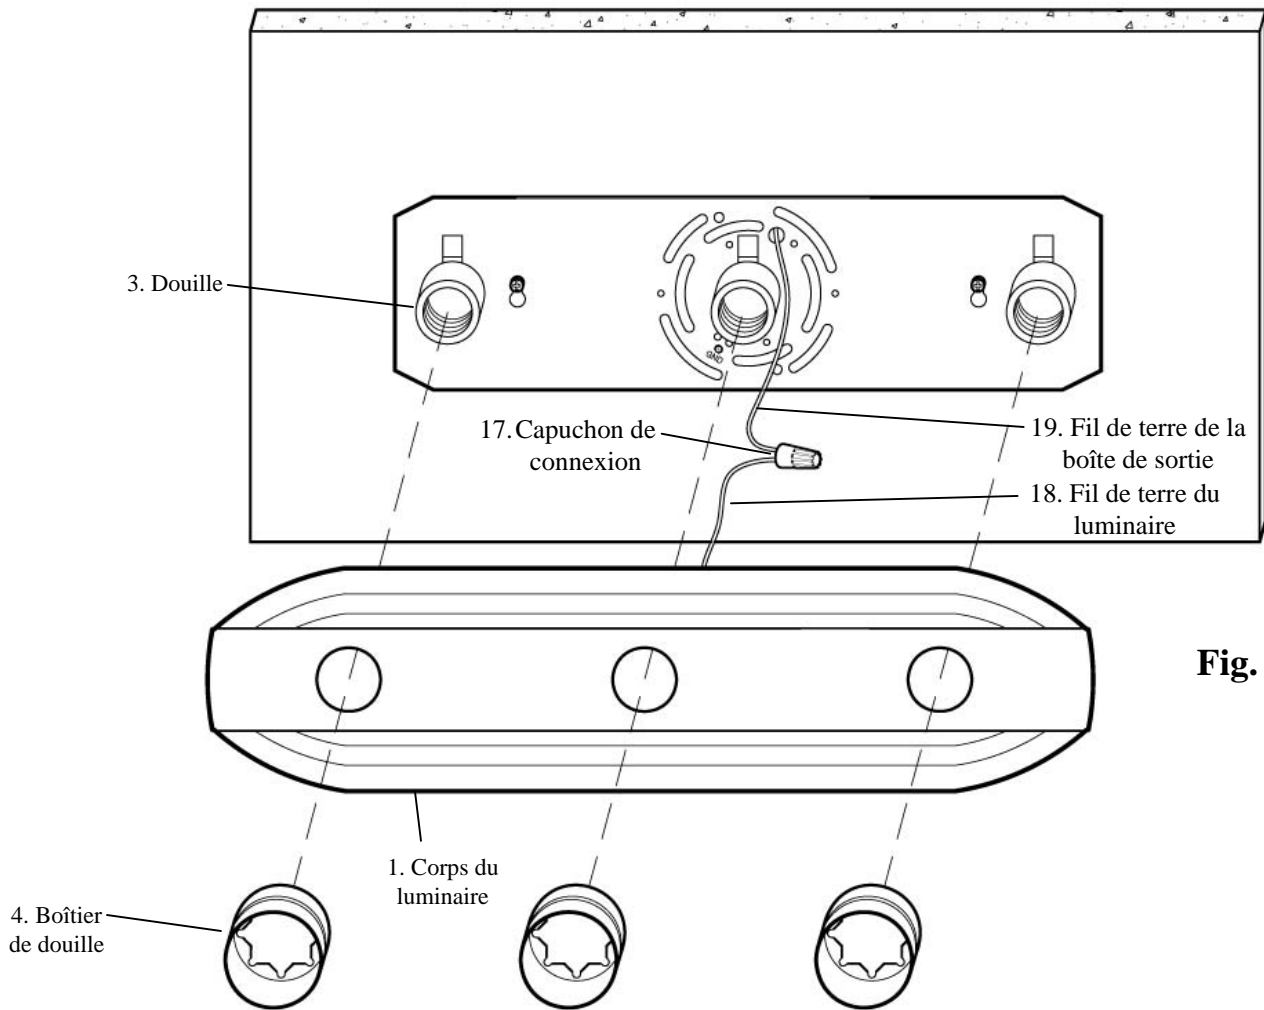

Fig. 1
3. Raccordez le fil de terre du luminaire (n° 18) au fil de terre de la boîte de sortie (n° 19) à l'aide d'un capuchon de connexion (n° 17). (Fig. 1)
4. Placez le corps du luminaire (n° 1) par-dessus la plaque murale (n° 7). Faites glisser les boîtiers de douilles (n° 4) sur les douilles (n° 3), pour assurer le corps du luminaire (n° 1) sur la plaque murale (n° 7). (Fig. 1)